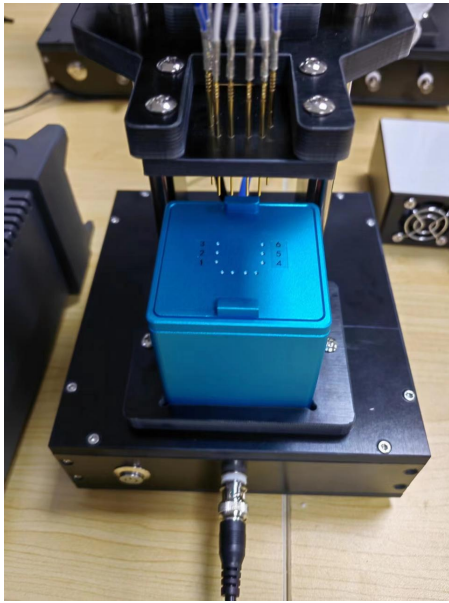

图3 探针台和源表连接
- 2) 用BNC电源线连接源表和探针台。BNC母头接入探针台的BNC公头（图3左）。对于共阳极样品，香蕉电源头带耳朵的部分接电源负极（图3中），插入源表的电源孔（图3右）。对于共阴极样品，反接插入即可。默认是共阳极，只需要记住带耳朵的香蕉头是探针台独立控制即可。